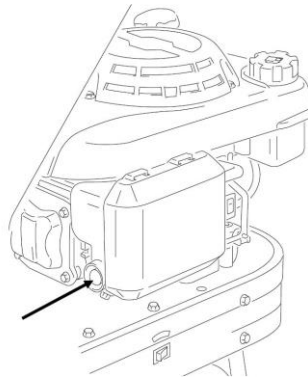

Fig. 5b
- Premere la pompa di adescamento 2-3 volte. Non superare le 5 volte in nessuna situazione. (Fig. 5b)